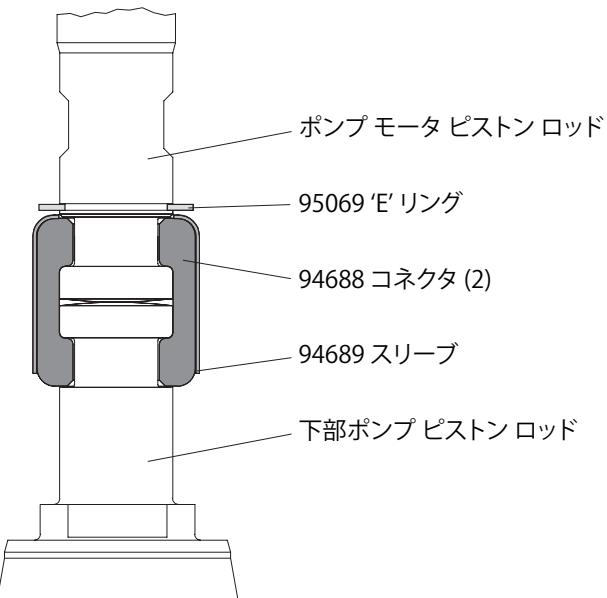

図 2
5. E リング ペンチを使用して、(95069) 保持リングを十分上方に移動し、(図 2 参照) 2 つのコネクタを解放するスリーブにスライドします。 空気モーターは脇に置きます。